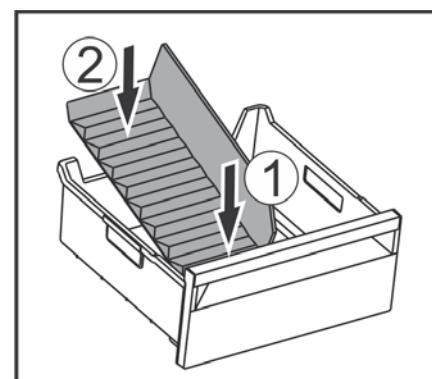

Fig. 107
- Установите переднюю часть разделителя отделения для льда. Fig. 107 (1)
- Опустите заднюю часть разделителя отделения для льда на дно выдвижного ящика. Fig. 107 (2)